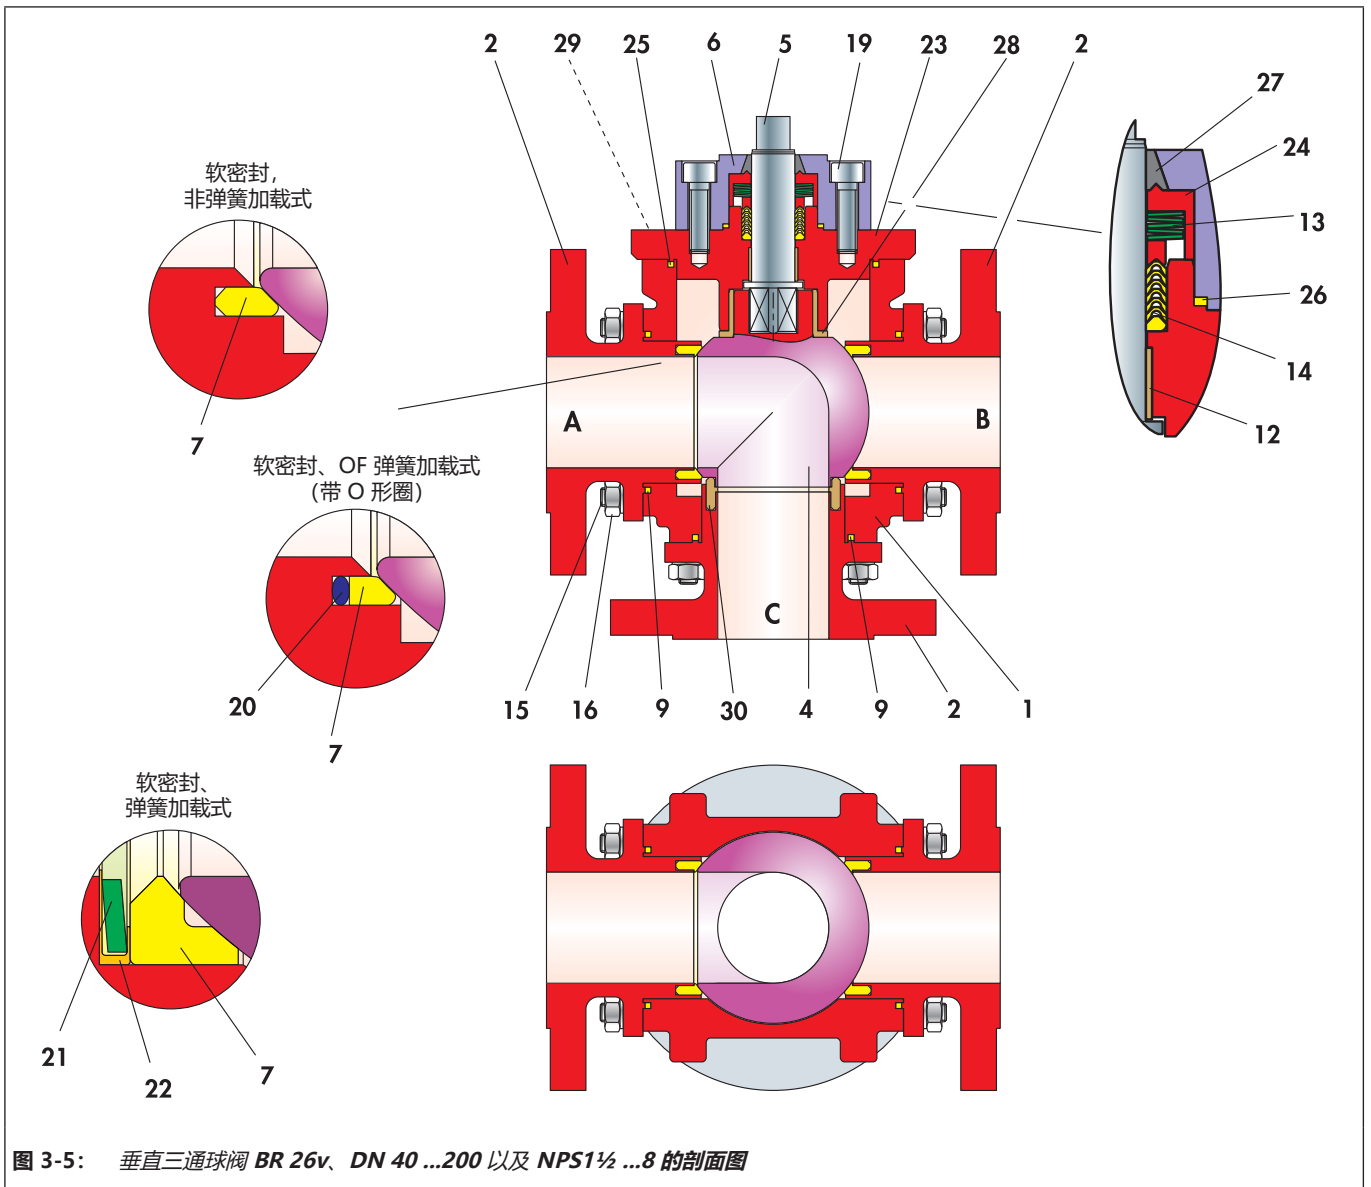

图 3-5: 垂直三通球阀 BR 26v、DN 40 ...200 以及 NPS1½ ...8 的剖面图
- ⇒ 请勿损坏控制轴 (5) 的密封表面。
- ⇒ 在将轴承套 (12) 和控制轴 (5) 定位在阀盖法兰 (23) 中时确保其未倾斜。
- ⇒ 将 V 形环填料 (14) 轻微旋转滑过所安装的控制轴 (5)，并将其插入阀盖法兰 (23) 的填料位置。有关 V 形环的排布，请参见图 3-5。
- ⇒ 将盘簧组 (13) 穿过球阀轴 (5) 向上直抵 V 形环填料 (14)。有关盘簧排布，请参见图 3-5。
- ⇒ 将衬套 (24) 穿过控制轴 (5) 向上直抵盘簧 (13)。
- ⇒ 将阀环 (27) 压入填料箱法兰 (6)。
- ⇒ 将 O 形圈 (26) 插入填料箱法兰 (6)。
- ⇒ 将填料箱法兰 (6) 穿过控制轴放到阀盖法兰 (23) 上。
- ⇒ 轻轻润滑螺钉 (19)。
- ⇒ 用螺钉 (19) 调整填料箱法兰。